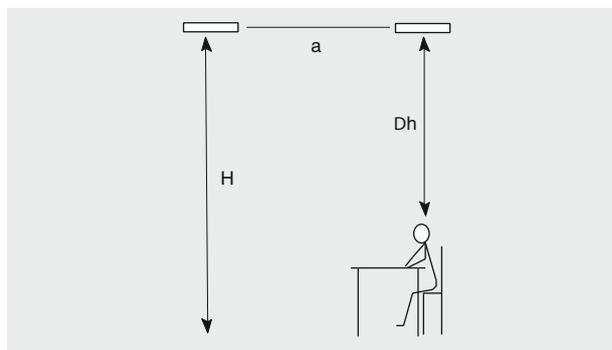

Abb. 1: Vertikale Ausrichtung.
Bei der Planung der Elztrip-Installation sollte man beachten, dass der Abstand zwischen den Wärmestrahlern nicht größer sein darf als der Abstand zwischen Wärmestrahler und Fußboden, d.h. (a) sollte kleiner sein als (H), siehe Abb. 1. In Räumen, die nicht regelmäßig benutzt werden, kann der Abstand vergrößert werden. In regelmäßig benutzten Räumen sollte der Abstand zwischen einer sitzenden Person und dem Wärmestrahler mindestens 1,5 bis 2 Meter (Δh) betragen. Wenn man diese beiden Richtlinien befolgt, wird die maximale Temperaturdifferenz im Betrieb nicht den Komfort beeinträchtigen, $\Delta t_{\text{top}} = 5 \text{ }^\circ\text{C}$. Das bedeutet, dass der Unterschied zwischen der tatsächlichen Temperatur und der gefühlten Temperatur nicht mehr als $5 \text{ }^\circ\text{C}$ beträgt.